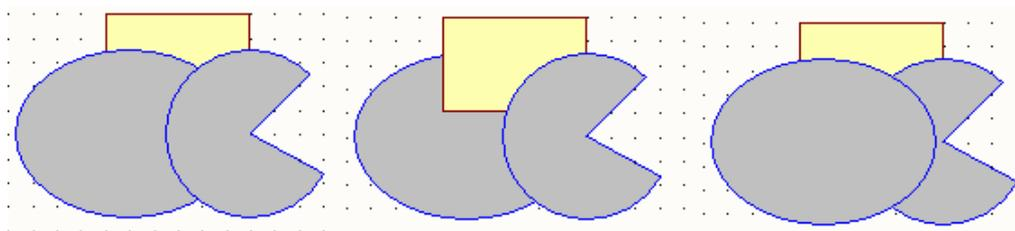

图 3-50 图件的层移
- **【Bring To Front Of】** 移至对象之上：当有多个非电气图件重叠时，需要调整个图件的层次关系，如图 3-50 左图所示，矩形在最底层，扇形在最顶层，椭圆处在中间。现要将矩形移至椭圆之上，可执行**【Bring To Front Of】**命令，待光标变成‘×’形悬浮状后，先点击要移动的矩形，再点击参考对象椭圆，移动效果如 3-50 中间所示。
- **【Send To Back Of】** 移至对象之下：与**【Bring To Front Of】**类似，现将图 3-50 左图的扇形移至椭圆之下，，可执行**【Bring To Back Of】**命令，待光标变成‘×’形悬浮状后，先点击要移动的扇形，再点击参考对象椭圆，移动效果如 3-50 右图所示。